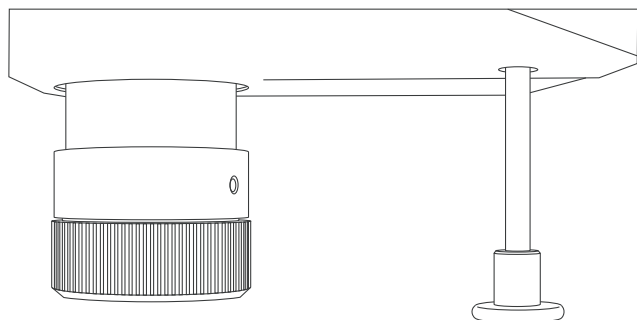

Рис. 15. Положение переключателя при работе с камерой.
Микромед MC-2-ZOOM вар.2CR оборудован тринокулярной оптической головкой, за счет применения независимого канала для вывода данных повышается удобство работы при использовании камеры. Световой поток переключается на канал визуализации с левого окулярного тубуса с помощью выдвижного переключателя. Для использования камеры переключатель должен быть выдвинут, рис. 15. При этом случае сохраняется возможность наблюдения в правый окуляр.
- Выдвиньте переключатель как показано на рис. 15.